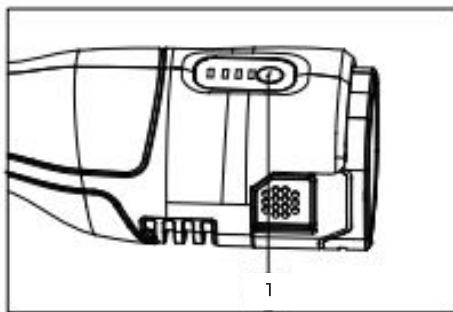

Рис. 3
- Нажмите кнопку (рис. 3 поз. 1), чтобы проверить состояние батареи.